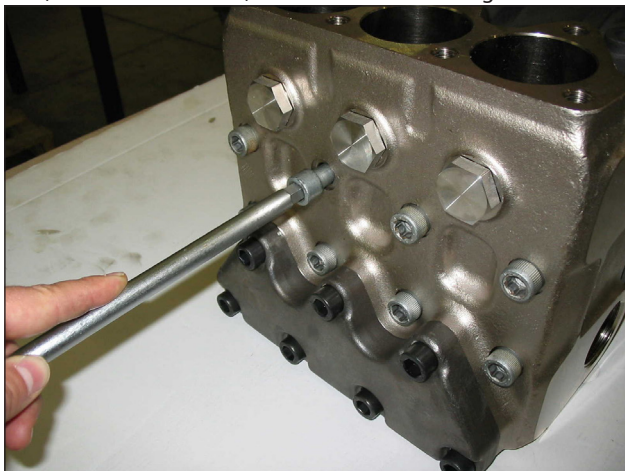

Fig. 20
A) Aflojar los tornillos de fijación del cabezal M12x150 (M12x220 en SWS71) como se ilustra en la Fig. 20.